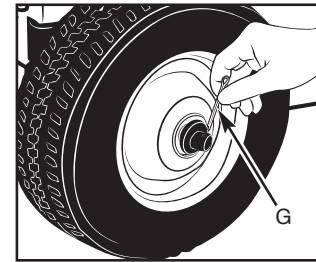

Рис. 1F
Закрепите колесо на оси, используя шплинт (G). Для надежности загните концы шплинта (Рис.1F).